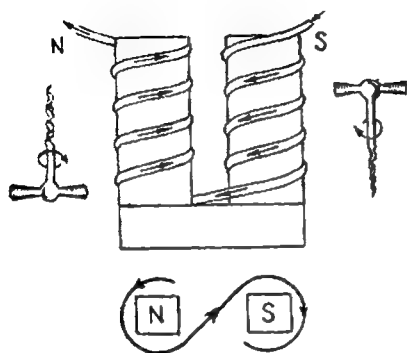

Fig. 98. — Sensul bobinării sârmei unui electromagnet
54. Cum este construit un electromagnet. Electromagneții se fac cu miez de fier moale și deseori în formă de potcoavă. La acestea observăm că bobinările au sensuri diferite, așa cum se arată în fig. 98.